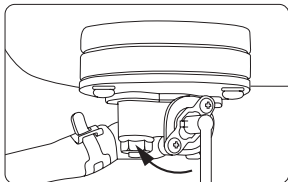

Рис. 9
3. Откройте топливный кран (см. рис. 9)